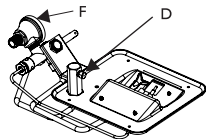
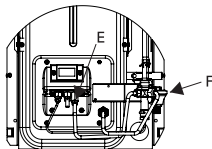
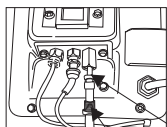

Fig.2
Fig.3
Fig.4
4. Retire el inyector quemador "D", que se encuentra roscado al portainyector (situado a la entrada del quemador) utilizando una llave de 8 mm (Fig.2) Reemplacelo por el inyector de gas licuado provisto en la bolsa de accesorios.
5. Retire cuidadosamente (sin dañar la bujía) la tuerca "E" utilizando una llave de 10 mm (Fig.3) Luego extraiga el inyector piloto y cambielo por el inyector de gas licuado (Fig.4) de recambio provisto en la bolsa de accesorios.
6. Retire el regulador de presión "F" que se encuentra en la entrada de gas de la válvula de seg (Fig.2 y Fig.3).
3. Retire el caño piloto-válvula "B". Afloje y retire la tuerca "C". Afloje el tornillo "D", y libere la bujía de encendido "E" del soporte piloto con cuidado de no dañarla. Por último, retire el conjunto piloto "F". (Fig.2 - Fig.3)
4. Proceda a reemplazar el inyector de gas natural por el inyector de gas licuado provisto en la bolsa de accesorios. (Fig.3).
5. Retire la unidad quemador del interior de la cámara de combustión. Destrabe suavemente el extremo derecho "C" tirando hacia arriba para destrabar de la traba inferior de la cámara. Una vez destrabado el quemador, desplacelo hacia la derecha "H" para separarlo del soporte del quemador. Retírelo con cuidado. Saque el regulador de aire (sólo se usa en gas natural). (Fig.4 - Fig.5)
8. Vuelva a colocar el conjunto piloto, en la base de la cámara de combustión ajustándolo con la tuerca "C" y coloque nuevamente la bujía ajustando el tornillo "D" (Fig.2). Antes de colocar la tapa frontal de la cámara de combustión, verifique el salto de chispa.